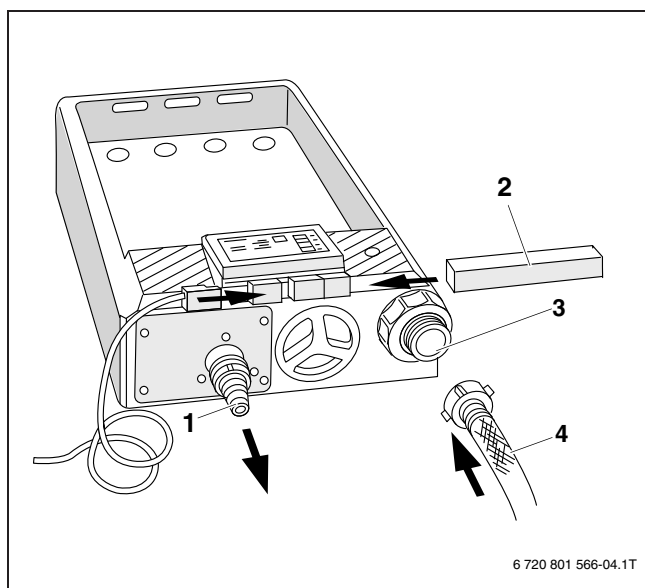
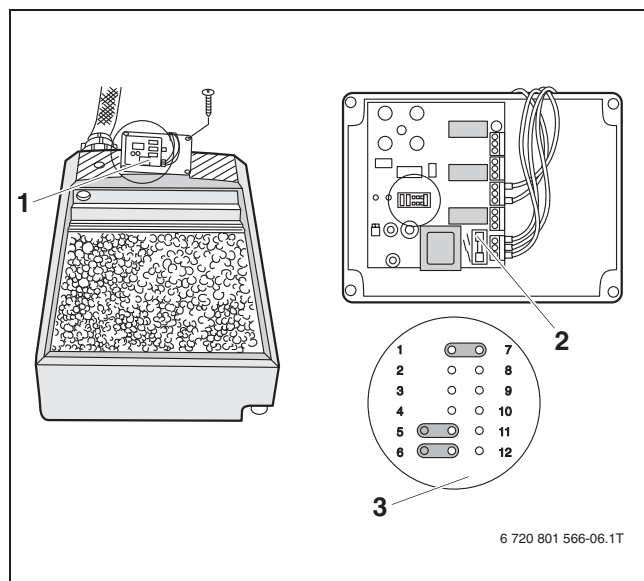

Рис. 4 Подсоединение подающего шланга ЕКО и сливного шланга АКО
Рис. 6 Установка перемычек
- ▶ Подсоедините подающий шланг (→ рис. 4, [4]) к штуцеру ЕКО устройства нейтрализации (→ рис. 4, [3]).
- ▶ Закрепите хомутом сливной шланг (дополнительная комплектация) на выходе конденсата АКО (→ рис. 4, [1]) устройства нейтрализации и проложите шланг к стоку в канализацию.
- ▶ Установите на штекер защитную планку (→ рис. 4, [2]) и закрепите в середине саморезом.
- ▶ Выверните 4 винта из системы управления (→ рис. 4, [1]) снимите её и поверните на 180° (→ рис. 6).
- ▶ Проверьте предохранитель в системе управления (→ рис. 6, стр. 8).
- ▶ Выверните 4 винта из системы управления, снимите её и поверните на 180° (→ рис. 6, стр. 8).
- ▶ Установите прилагаемый предохранитель и смонтируйте систему управления (→ рис. 6, стр. 8).